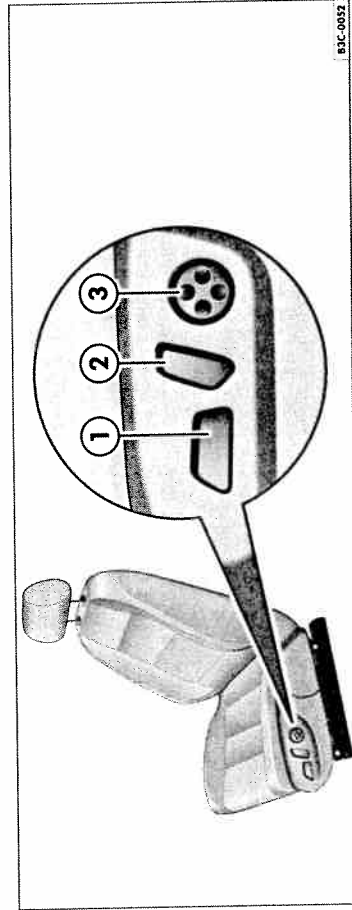

Fig. 62 Elementele de comandă pentru reglajul scaunului față electric.
- Deplasați comutatorul corespunzător ⇒ fig. 62, pentru a regla scaunul în funcție de mărimea corpului ⇒ **A** în "Reglarea electrică a scaunelor din față" la pagina 85.
- ① Reglați suprafața scaunului în lungime, înălțime și înclinare. 85
- ② Reglați înclinarea spătarului. 85
- ③ Reglarea suportului lombar³⁷⁾. 85